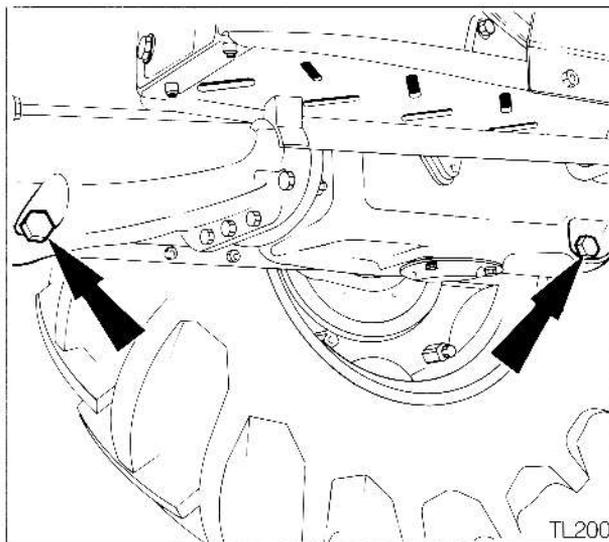

Fig 94
2. Déposer les deux bouchons de vidange (Fig. 94).